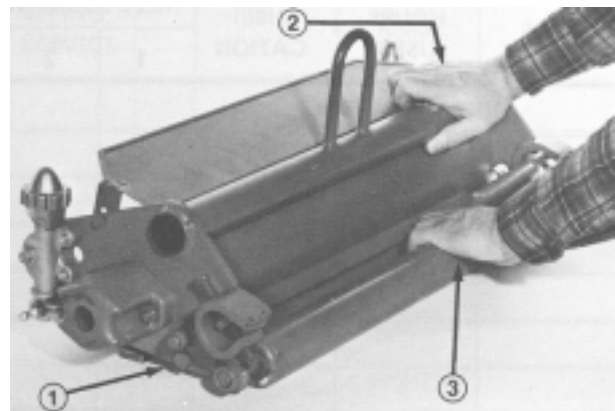

Bild 17
3. Wenn die Spindelmesser des Mähwerks auf der Platte positioniert sind, halten Sie die Einheit fest und drücken Sie die hintere Rolle nach unten, bis sie die Arbeitsoberfläche über die ganze Länge der Rolle berührt (Bild 17).